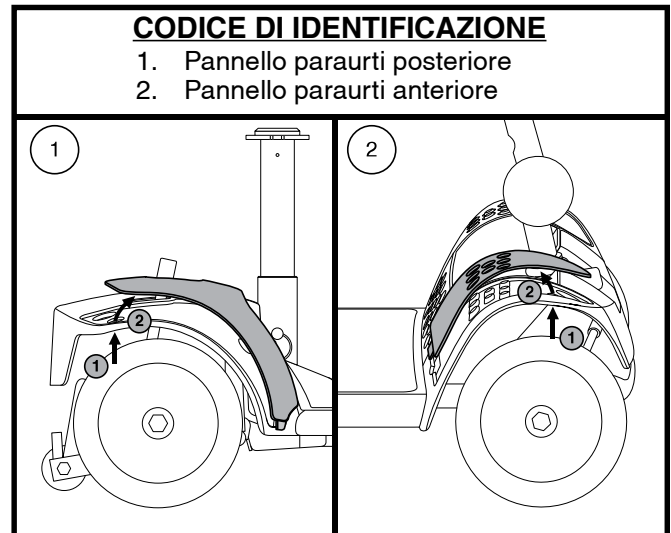

Figura 16. Pannello paraurti
2. Spingere attraverso il foro per separare il pezzo dal miniscooter. **Vedere figura 16.**
**NOTA:** *Quando si installa il pannello paraurti anteriore e posteriore, verificare che la scheda nella parte inferiore del pannello sia inserita nell'apertura prima di fissare il pannello. Vedere figura 16.*